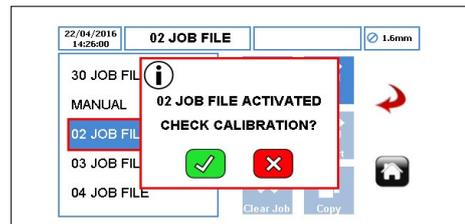

Figure 10 Fichier de travail activé
4. ICÔNE « ACTIVER » – active le fichier de travail sélectionné et toutes les modifications apportées. Lorsque la pompe est en marche, l'icône Activer est « grisée ». Lorsqu'un fichier de travail a été activé, une invite s'affiche comme indiqué à la figure 10.